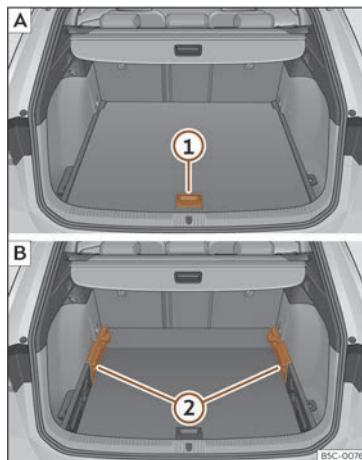

Fig. 189 Suelo variable del maletero: **A** posición alta; **B** posición baja.
- Para pasar de la posición baja a la alta, levante el piso por el asidero >>> **fig. 189** **1**, tire de él hacia atrás hasta que la parte delantera del piso rebase totalmente los soportes **2**.
- Para pasar de la posición alta a la baja, levante el piso por el asidero >>> **fig. 189** **1**, tire de él hacia atrás hasta que la parte delantera del piso rebase totalmente los soportes **2**.
- Deje caer la parte anterior contra el piso y empuje el piso hacia adelante hasta que haga tope en el respaldo de los asientos posteriores bajando al mismo tiempo el piso con el asidero ①.
- Con el suelo variable en posición alta, levántelo por el asidero >>> fig. 189 ①, tire de él y empuje hacia el respaldo de los asientos posteriores hasta que se doble por la línea de bisagra y la parte móvil del piso repose sobre el mismo.